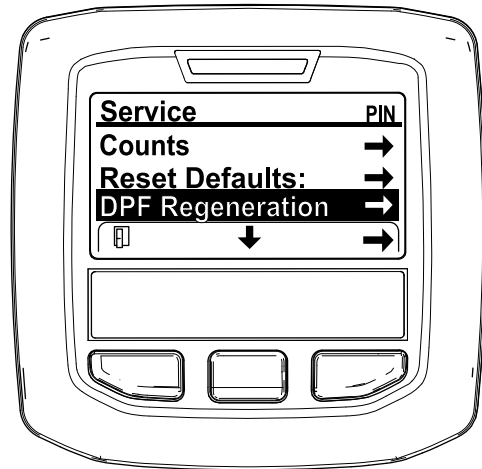

**Bild 26**
2. Navigieren Sie auf das HAUPTMENÜ, drücken Sie die mittlere Taste, um auf das Menü SERVICE zu navigieren; drücken Sie die rechte Taste, um die Option SERVICE auszuwählen (Bild 26).